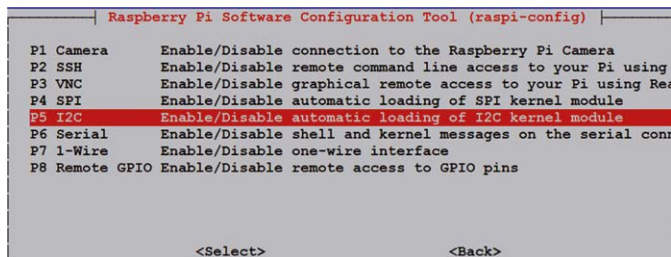

Figure 6.2 Déplacement à P5 I²C
- Descendre à **P5 I2C** (voir la figure 6.2) et appuyer sur Entrée